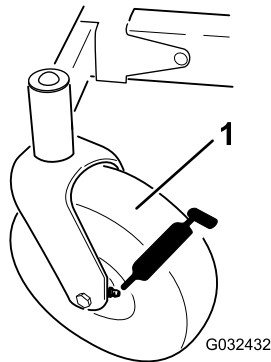
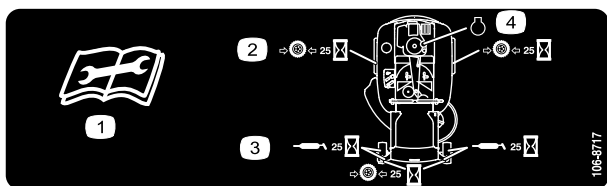

Figura 33
Figura 34
3. Limpe os encaixes de lubrificação (Figura 33 e Figura 34) com um trapo.
4. Ligue uma pistola de lubrificação ao encaixe (Figura 33 e Figura 34).